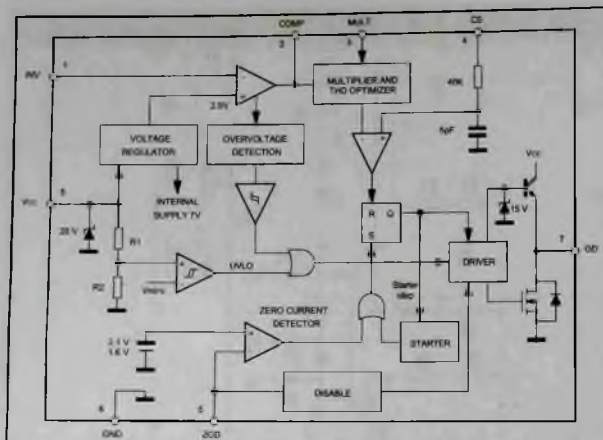

Рис. 25. Структурная схема MC L6562A
8), но более простой, приведена на рис. 25, а назначение выводов — в таблице 17.